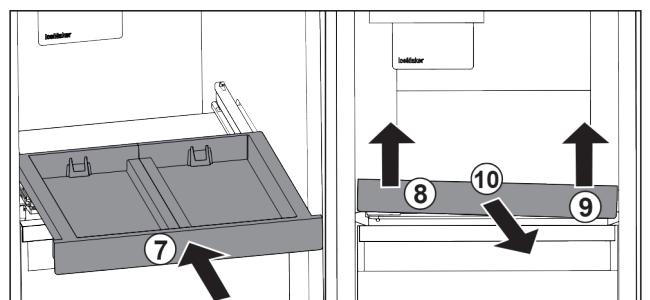

Fig. 31
- ▶ Вкарайте изтеглящата се дъска. Fig. 31 (7)
- ▶ Повдигнете изтеглящата се дъска отпред отляво. *Fig. 31 (8)*
- ▶ Повдигнете изтеглящата се дъска отпред отдясно. *Fig. 31 (9)*
- ▶ Извадете изтеглящата се дъска напред. *Fig. 31 (10)*